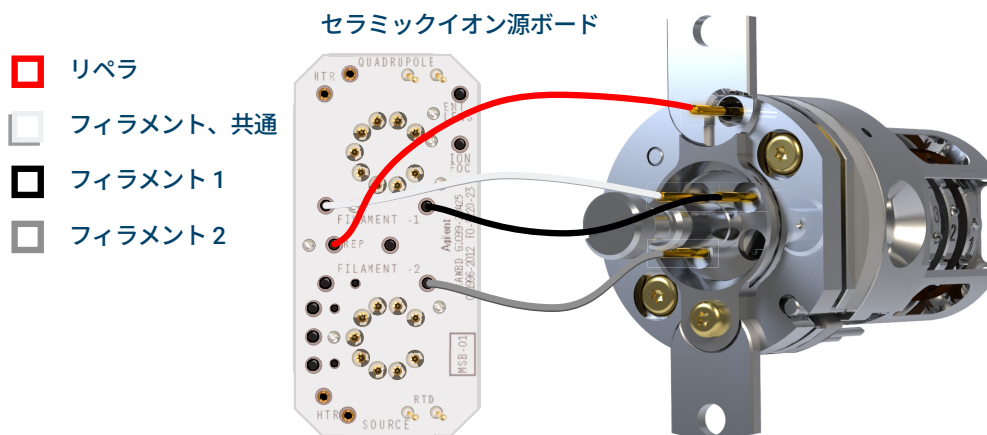

図 50 イオン源の取り付け、取り外し時に接続 / 外す配線。
- 1 ピンセットかラジオペンチを使用して、セラミックボードワイヤーのリード線（赤、白、黒、グレー）をイオン源のコネクタに接続、またはコネクタから外します。（図 50 を参照してください）。